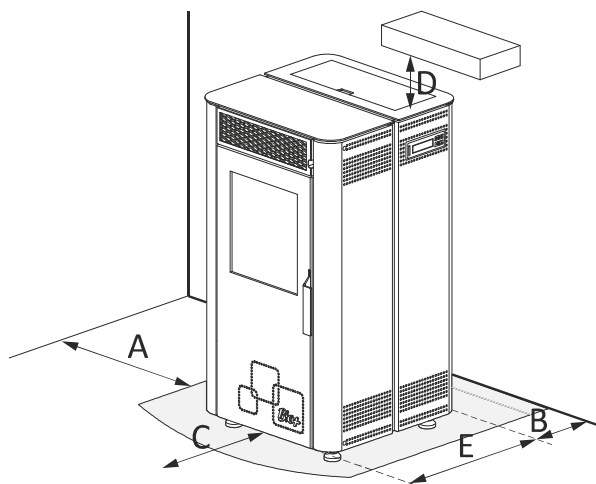

Figura 2
- 4.19.** Confirme os espaços entre a estufa, o combustível e qualquer tipo de material inflamável, confirme na *figura 2*.